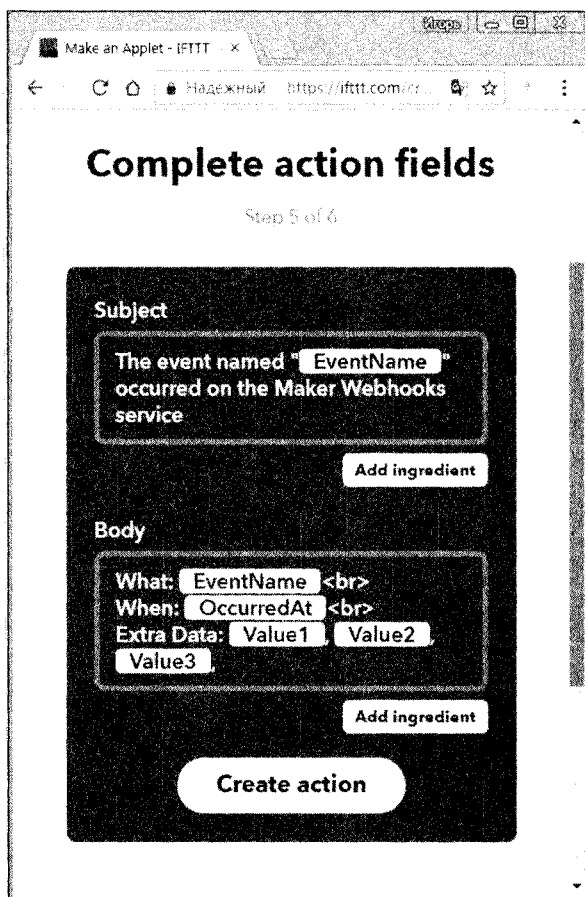

Рис. 7.16. Вводим тему и тело сообщения
8. Вам предложат заполнить поля канала действия содержимым электронного письма (рис. 7.16). После этого нажмите кнопку **Create action**.